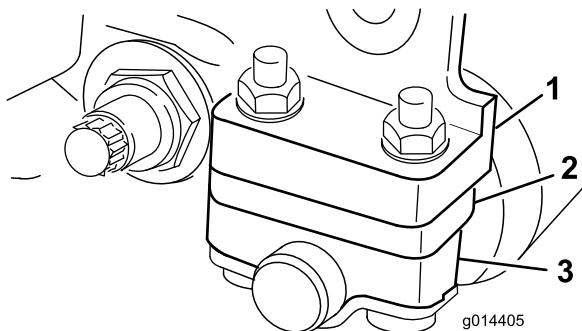

Figura 13
1. Ajuste os suportes do rolo traseiro para a posição baixa ou elevada, dependendo dos limites de altura de corte desejados (Figura 12ou Figura 13).
Posicione o espaçador abaixo do flange de montagem da placa lateral se as definições da altura de corte variarem entre 3 e 25 mm (Figura 13).